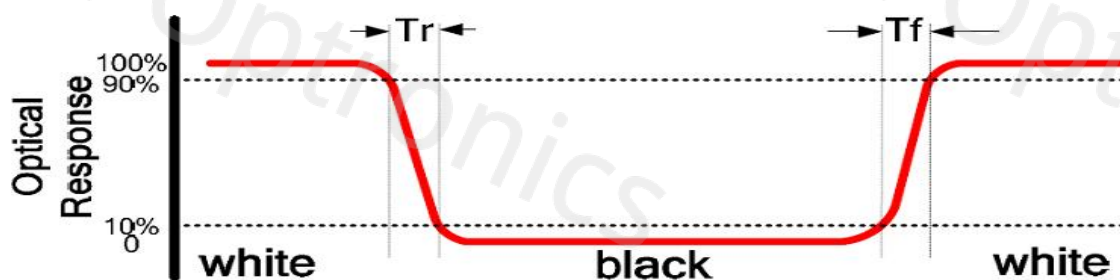

FIG2. Measuring method for Contrast ratio,surface luminance,Luminance
Note2.contrast Ratio(CR) is defined mathematically by the following formula ,For more information see FIG2.
备注 2. 对比度是由以下公式计算所得。详见 FIG2.
备注 3. 均匀度是在显示白色画面时,测试 P1 到 P9 的亮度,然后再用 9 个点亮度的最小值除以最大值。详见 FIG2.。
Note5. Surface luminance is the LCD surface luminance with all white pixels,For more information see FIG2.
备注 5. 表面亮度是在显示白色画面时,测试的亮度值,详见 FIG2.
Note6.CIE(X,Y)chromaticity is the Center point value.For more information see FIG2.
备注 6. 选择中心点,分别测试 X, Y 值,详见 FIG2.。